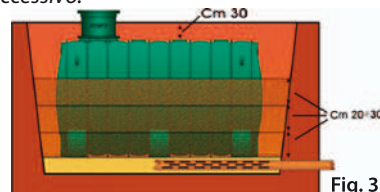

Fig. 3
5. Riempire il serbatoio per circa 20-30 cm con acqua e colmare lo spazio vuoto tra il serbatoio e la parete dello scavo con sabbia, fino al livello dell'acqua, con strati di circa 20-30 cm per volta (fig. 3), badando bene a **compattarli perfettamente**, aiutandosi con un **paletto di legno** (fig. 5) o **altri mezzi idonei**. Evitare di scaricare la sabbia in grosse quantità, perché questo potrebbe creare accumuli, capaci di deformare il serbatoio, mentre potrebbe generare vuoti in altre zone. **È fondamentale cercare di compattare al massimo ogni singolo strato che viene agiunto.**
7. Raccomandiamo di colmare la parte superiore della buca, fino all'inizio della prolunga del duomo, se presente, con sabbia non riciclata, completando l'ultima fase di interro con terreno vegetale, avendo cura di non superare la profondità massima di interro di 30 cm, come indicato nella fig. 3. (~ 50 cm per la serie NER).